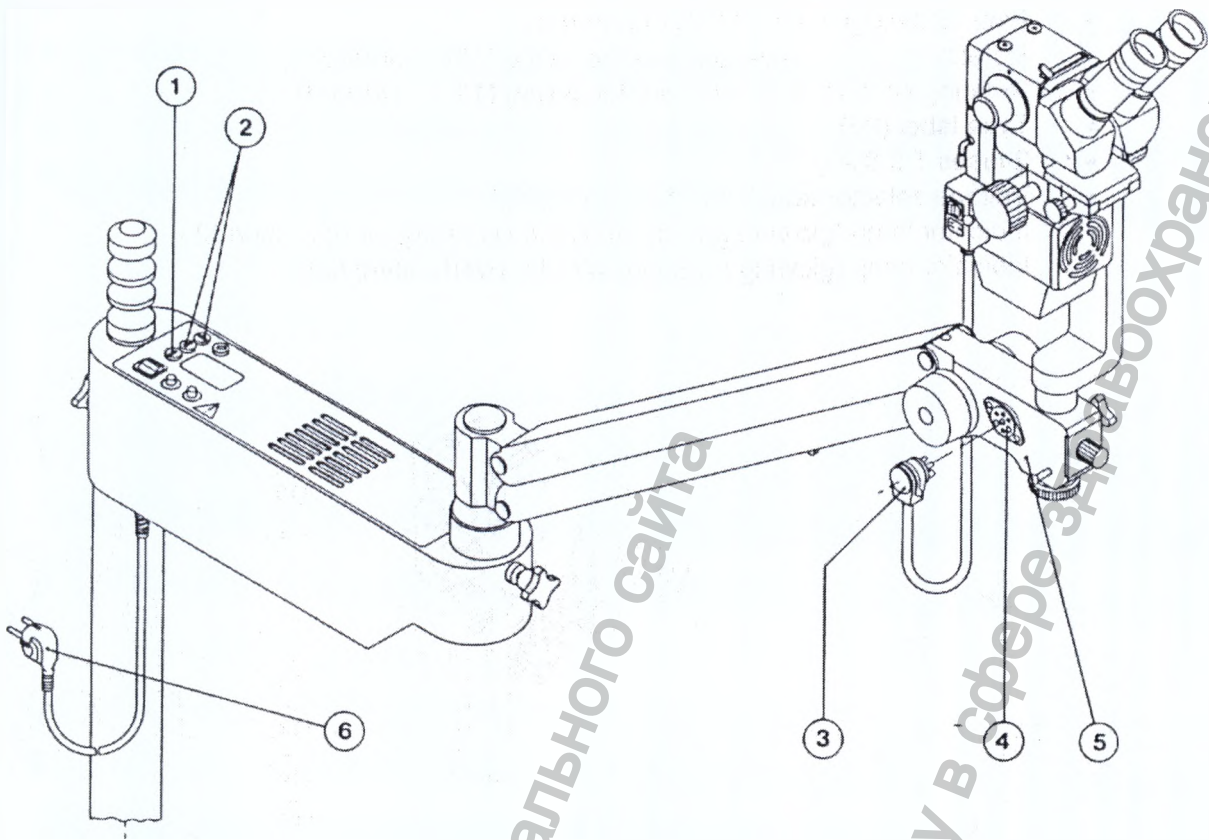

Рис.4
5.0 Закрытые электрические соединения (Рис.4)